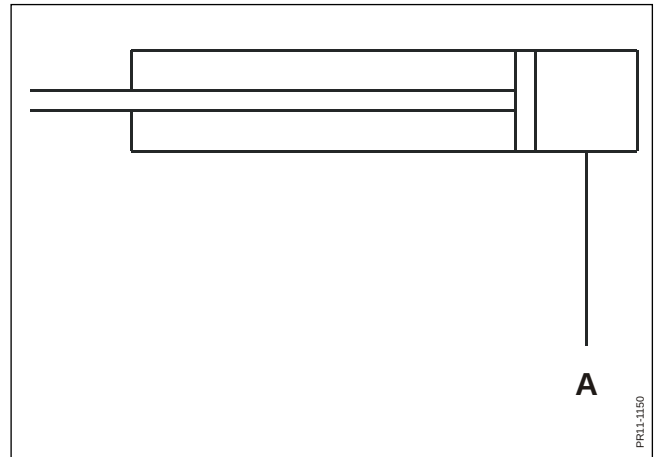

Fig. 12.8
- Fig. 12.8** Diagram for efterløb på Bogie. Bemærk at cylindrene er enkeltvirkende. Når efterløbet ikke skal spærres skal der derfor være frit afløb til tank. Ellers lukkes olien inde, og efterløbet har ikke fri bevægelighed.